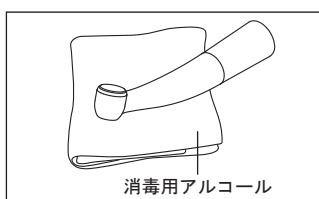

図 20
- 2 消毒用アルコールを含ませた布等で丁寧に拭き取ります（図20）。